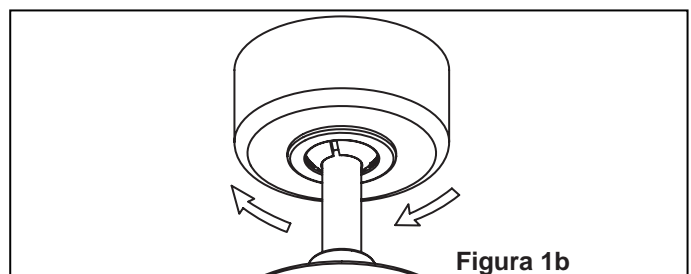

Figura 1b
2. Coloque y ajuste firmemente la cubierta para el tornillo de la base sobre los tornillos de reborde de la abrazadera para colgar mediante el mecanismo de seguro por giro del chavetero. (Figura. 1b)